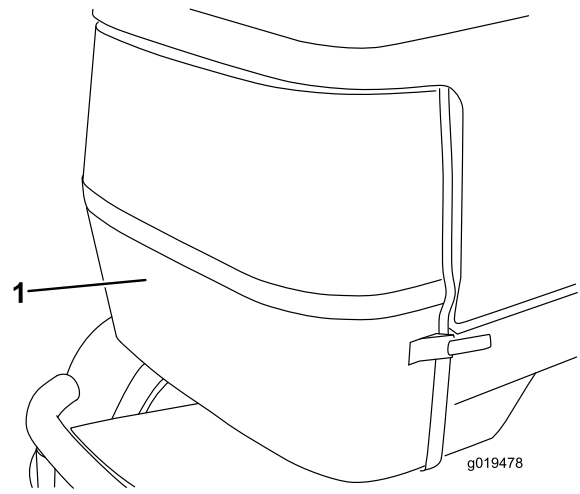

Figura 66
5. Desenganche y retire la rejilla trasera (Figura 66).